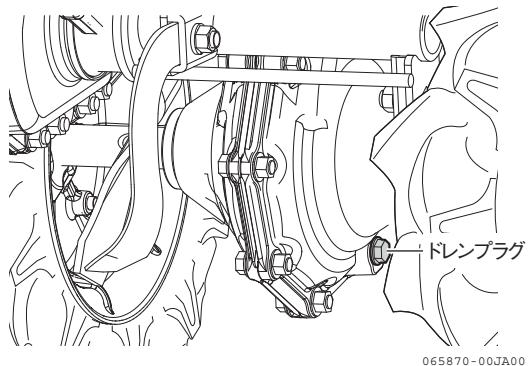

図 4-19 交換のしかた (ドレンプラグ)
4. ドレンプラグを工具 (12 mm) で外します。古いミッションオイルが流れ出でます。(図 4-19)